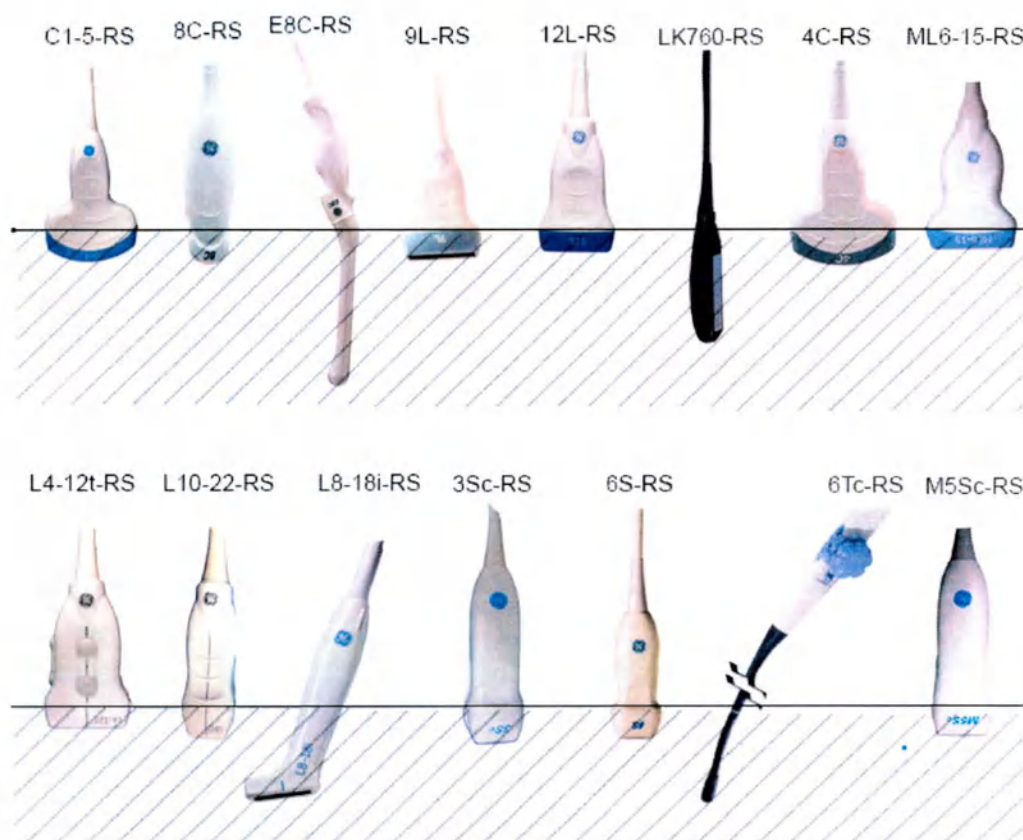

Рис. 5-12. Уровни погружения датчиков, 1 — уровень жидкости
3. Погрузите датчик в приготовленный чистящий раствор до необходимого уровня и убедитесь, что на поверхности не осталось пузырьков воздуха. Не погружайте датчик ниже уровня, указанного в руководстве пользователя и на Рис. 5-12 на стр. 5-23.
Не погружайте датчик в жидкость выше уровня, указанного для данного датчика (см. Рис. 5-12).